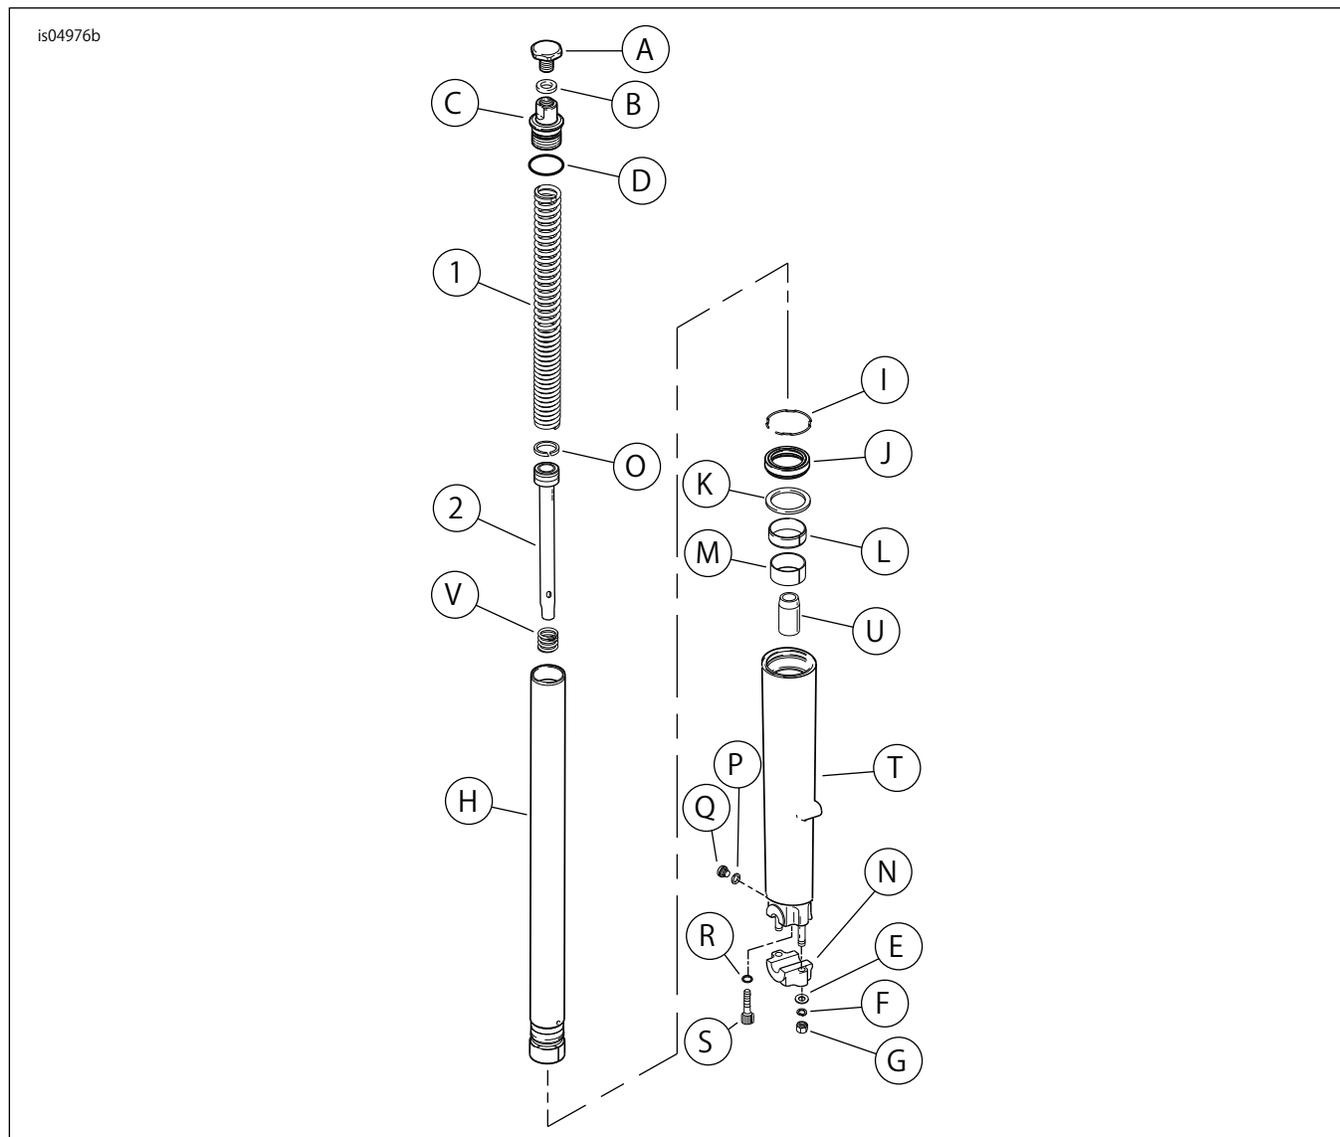

図6。交換用パーツ:ロードキングフロントエンドロワリングキット
2. 「図6」を参照してください。ナット(G)、ロックワッシャー(F)、フラットワッシャー(E)、軸ホルダー(N)をフォークスライダー(T)の先のスタッドから外します。
ステップ4~16の手順については、「図6」を参照してください。
以下の手順については、図6を参照してください。